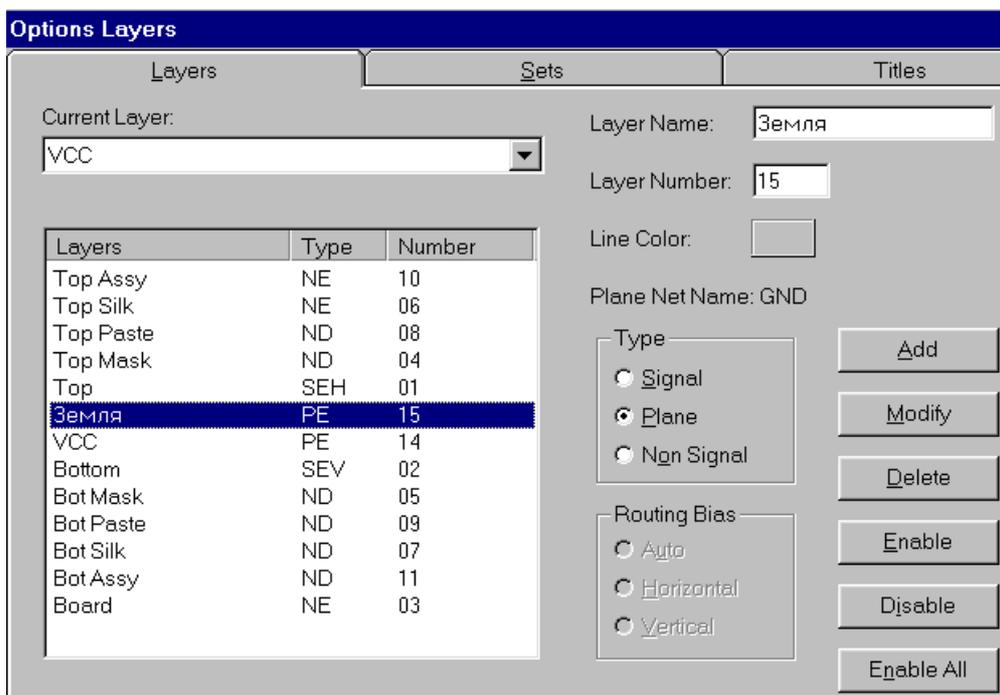

Рис. 9-41. Создание внутренних слоев металлизации
1) Добавление слоев производится по команде **Options/Layers**. После этого на панели **Options Layers** (см. рис. 9-41) в окне *Layer Name* (Имя слоя) вводится имя слоя, например, «Земля» или «VCC», а в окне *Layer Number* (Номер слоя) его уникальный номер. В рамке *Type* (Тип) устанавливается флажок *Plane* и нажимается кнопка **Add** (Добавить). Система запросит имя цепи, связанной с создаваемым слоем металлизации (рис. 9-42). Если список
После нажатия кнопки ОК на панели **Plane Layer Net Name** система добавит новый слой металлизации к существующим слоям, расположив его между сигнальными слоями *Top* и *Bottom*. На рис. 9-41 к структуре слоев по умолчанию добавлены два слоя металлизации – «Земля» и «VCC», которые предполагается использовать для подводки питания к элементам.